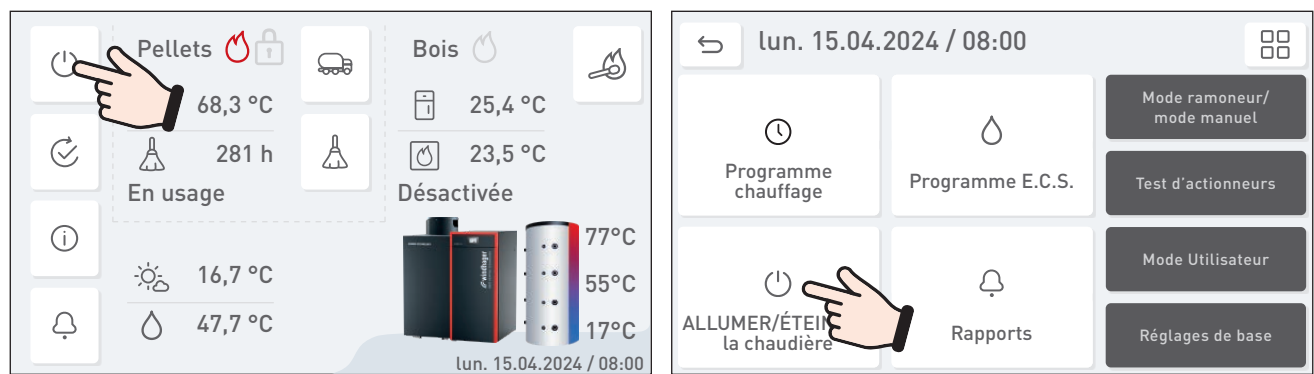

Fig. 5 Extinction de la chaudière
► Avant d'ouvrir la porte de revêtement, arrêter impérativement la chaudière en appuyant sur la **touche marche/arrêt** (voir Fig. 5) et laisser refroidir (pas d'indications à l'écran).
- Éteindre la chaudière en appuyant sur la touche MARCHE/ARRÊT sur InfoWIN Touch – Fig. 5. **Ne jamais désactiver à l'aide de l'interrupteur de secours !**